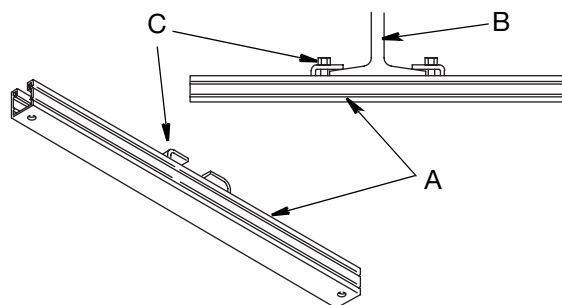

FIG. 26
Pour les étapes suivantes, se reporter à la FIG. 26.
7. Aligner les 4 trous sur l'embase de montage de l'enrouleur de flexible sur les trous situés aux extrémités des supports de montage (A) (FIG. 26).
9. Positionner les colliers réglables (C) des supports de montage sur les brides de la barre en I (B) (FIG. 26). Bien serrer les colliers à un couple de 10 pi. lbs (13,5 N.m).